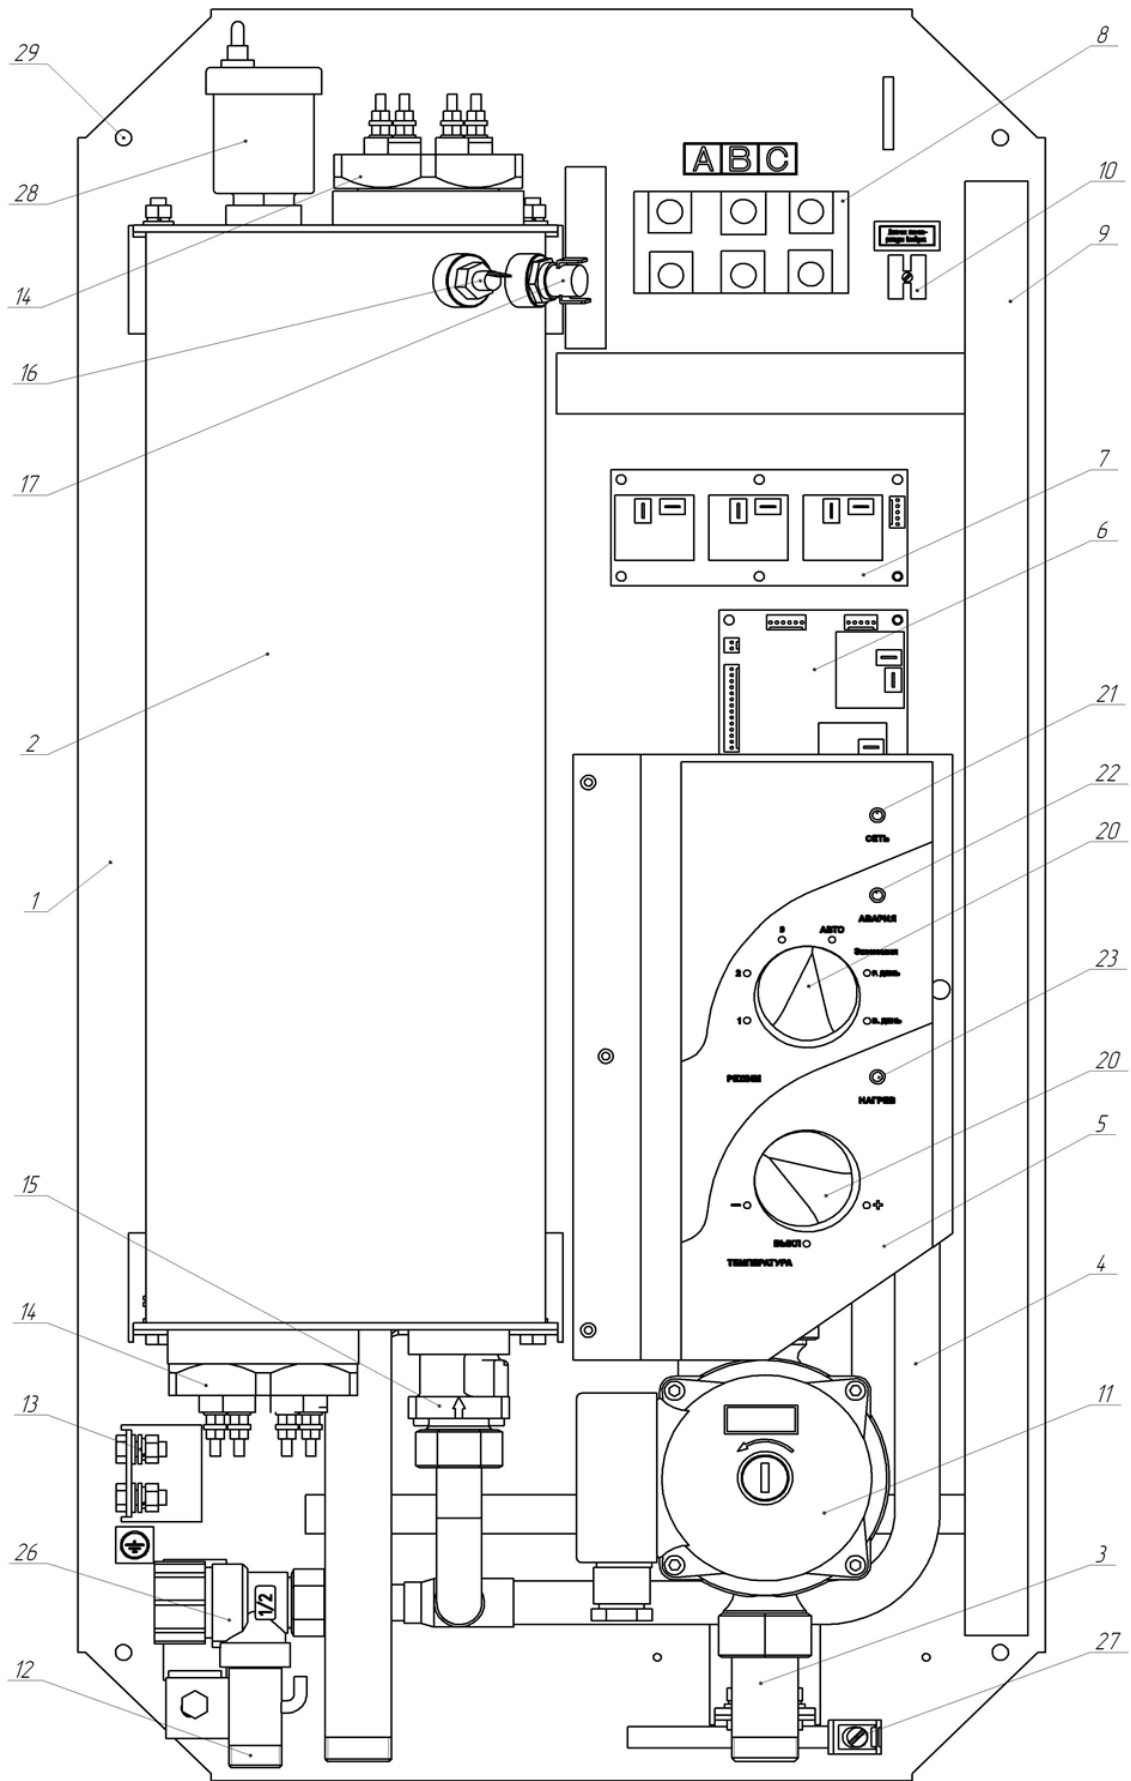

Рис. 1.
4.1.1. Описание основных элементов прибора ЭПН-03РМ -XX (рис. 1).
4.4. Принцип действия прибора основан на преобразовании электрической энергии в тепловую с помощью трубчатых электронагревателей – ТЭНов, которые конструктивно исполнены в виде блоков (14) (рис.1). Для стабилизации температуры теплоносителя на заданном уровне, который называется пороговым, система управления подключает или отключает ступени мощности в соответствии с текущими параметрами и заданной программой работы.
воздуха (**комнатного термостата**). Замыкание соответствующих контактов (на клеммной колодке "Датчик температуры воздуха" (27) на рис.1) приводит к выключению нагрева независимо от текущей температуры теплоносителя. При размыкании контактов восстанавливается штатная работа заданного ручного режима.
5.4. При подключении к прибору (к клеммной колодке "Датчик температуры воздуха" (10) на рис. 1) датчика температуры воздуха или программируемого регулятора температуры воздуха, управление прибора автоматически переключается на совместную работу с этим устройством, при условии, что задан один из трех ручных режимов (см. п.4.5.2).
7.1.10. Прибор ЭПН-03Р-ХХ имеет настенное исполнение, для его крепления предусмотрены четыре отверстия (29) диаметром 9мм, расположенные по углам основания (1) см. рис.1.
7.1.14. Наконечники должны быть с креплением под болт М6 и соответствовать сечению провода. Наконечники должны опрессовываться с помощью специализированного обжимного инструмента. После подключения к блоку зажимов (8) и зажиму заземления (13) кабель фиксируется хомутом с креплением (27) см. рис. 1.
Внимание! При подключении прибора особое внимание необходимо обратить на наличие надежного контакта проводов электропитания на блоке зажимов прибора (поз.8 рис.1)